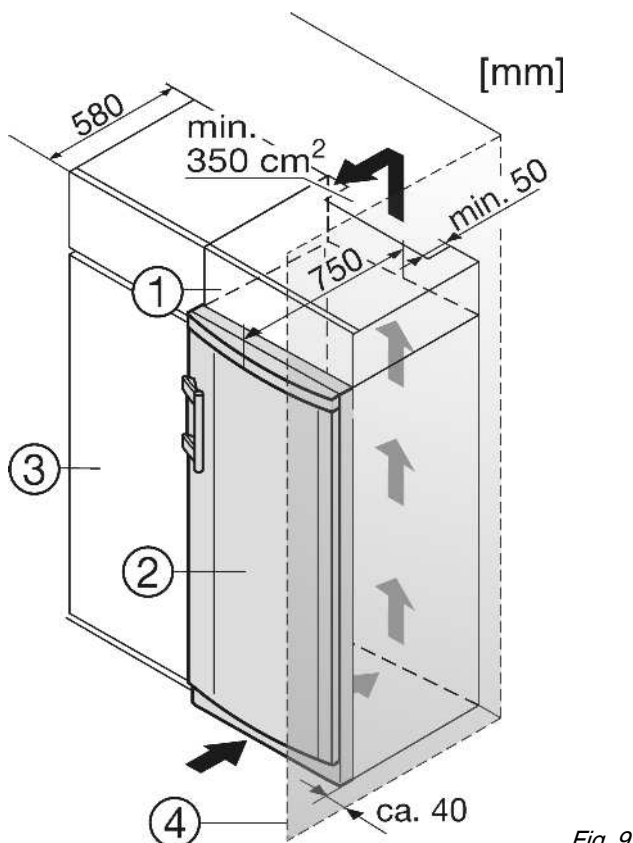

Fig. 9
- (1) Дополнительный шкафчик (3) Кухонный шкаф
(2) Устройство (4) Стенка
Если устройство установлено на шарнирах у стены Fig. 9 (4), то расстояние между устройством и стеной должно быть не менее 40 мм. Настолько выступает ручка при открытой дверце.